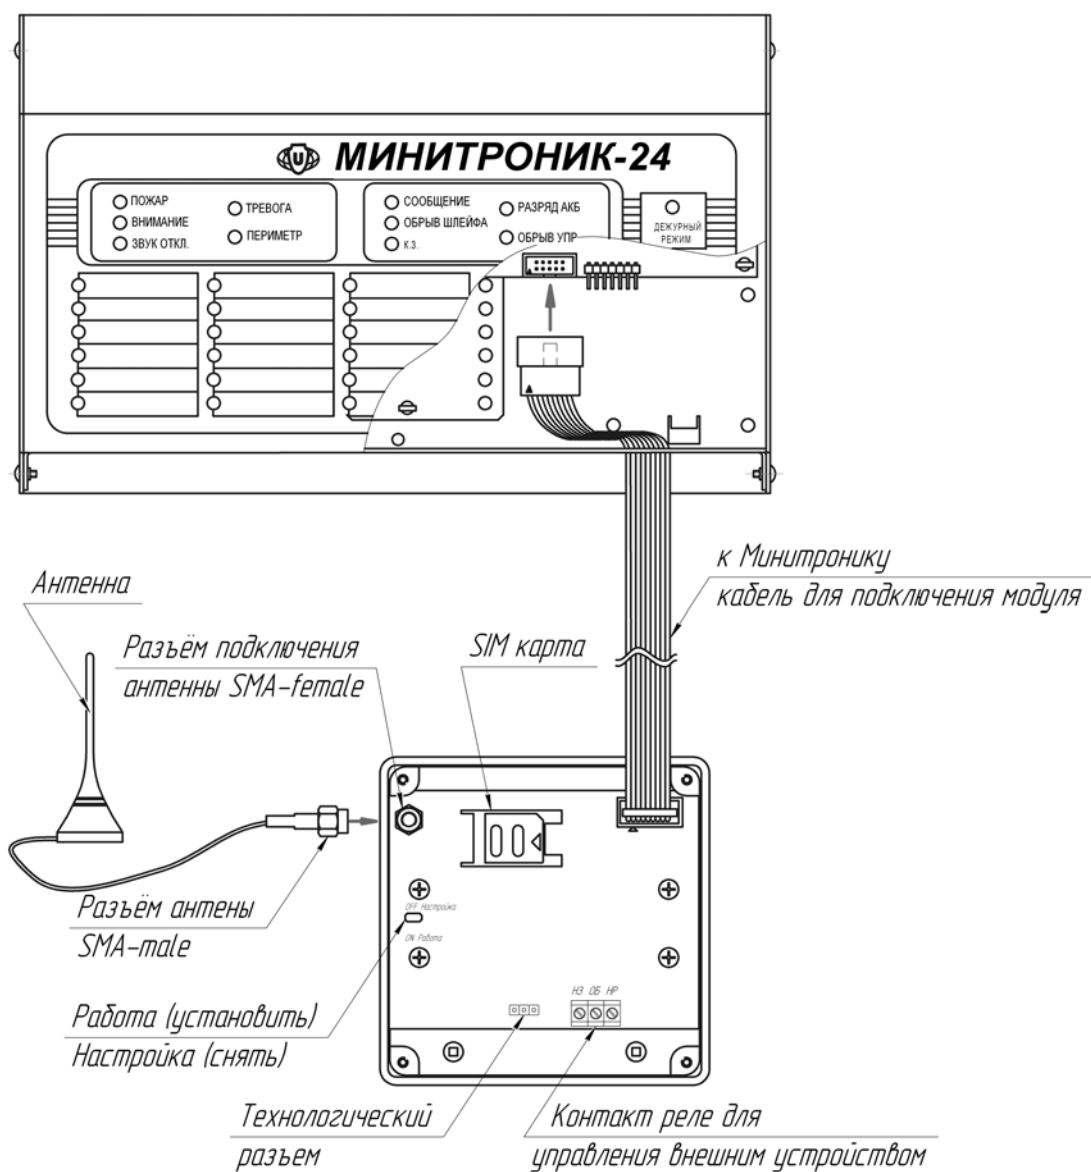

Рис.2. Коммутация платы ППС-2.
8.2. Для входа в режим программирования необходимо снять переключку на модуле SMS-сообщений. См рис. 2. По окончании программирования установить переключку на место.